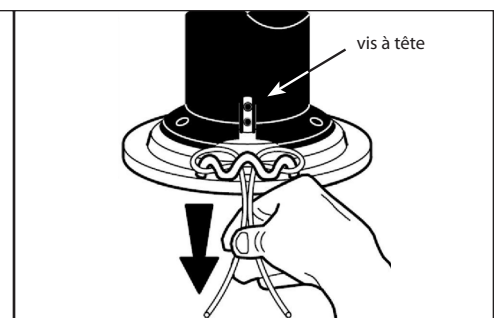

FIGURE 12 : Contrôler les deux côtés du fil.
5. Vérifier ensuite que le fil est de la même longueur des deux côtés. **VOIR FIGURE 12.**